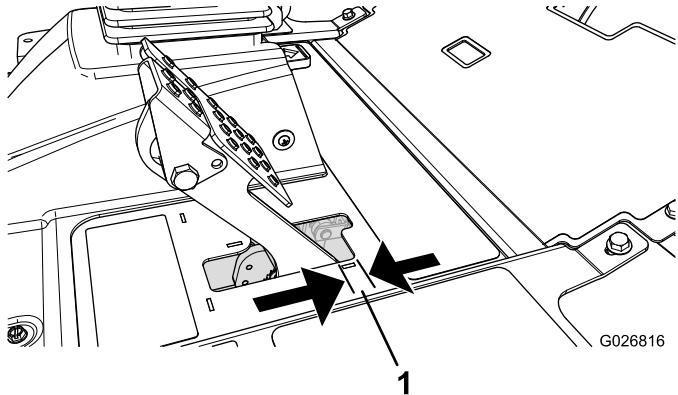

Figure 64
Réglez les freins si la garde à la pédale de frein est supérieure à 2,5 cm (Figure 64) ou si la force de maintien offerte est insuffisante. La garde est la distance parcourue par la pédale de frein avant que le freinage soit ressenti.
2. Serrez l'écrou arrière afin de pouvoir déplacer le câble en arrière jusqu'à obtention d'une garde de 6 à 13 mm (Figure 64), avant le blocage des roues.